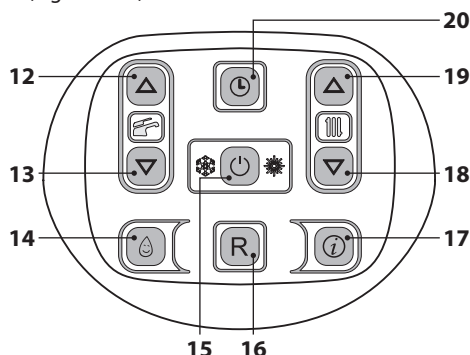
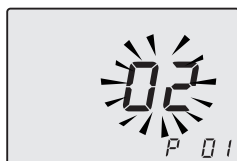

Figura 5.34
Figura 5.35
mendo contemporaneamente per 10 secondi i tasti 15 - 18 - 19 (Figura 5.34) fino a far apparire sul display LCD le lettere **P01** e il valore del parametro, indicanti l'entrata nel "parametro 01" (Figura 5.35).
- Premendo il tasto 15 (Figura 5.34) si ottiene la conferma del valore inserito.
Comunque se la temperatura ambiente non do-vesse essere confortevole si può aumentare o di-minuire la temperatura di mandata dell'impianto riscaldamento di $\pm 15^{\circ}\text{C}$ agendo sui tasti 18 (di-minuzione) e 19 (aumento) (Figura 5.34).